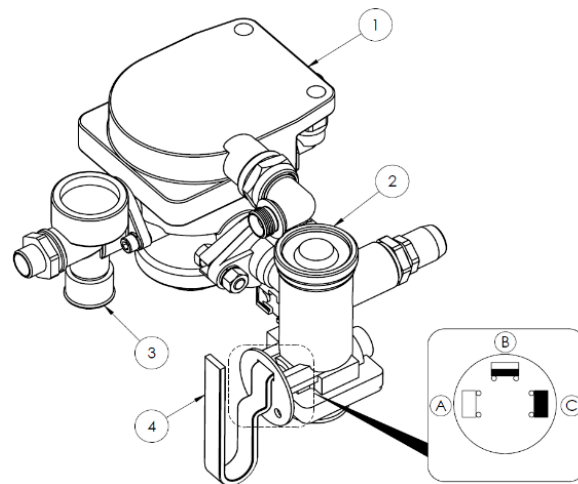

Рисунок 8. Управляющий клапан и регулятор силы торможения 2-проводных пневматических тормозов
Регулятор силы торможения (поз. 2) - рис. 8, используемый в пневматической тормозной системе, регулирует силу торможения в зависимости от степени заполнения кузова. Переключение в соответствующий режим работы осуществляется вручную путем изменения положения рычага (4). Это делается оператором машины перед началом движения. Доступны три рабочих положения: (А) «БЕЗ ГРУЗА», (В) «ЗАГРУЗКА НАПОЛОВИНУ», (С) «ПОЛНАЯ ЗАГРУЗКА».